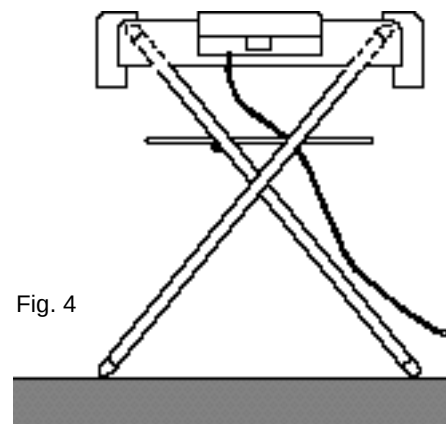

Fig. 4
- 5) Appoggiare il corpo bistecchiera sul cavalletto come illustrato in fig. 4.